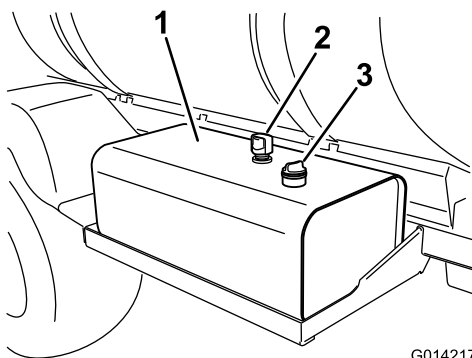

Figure 59
3. Nettoyez la surface autour du bouchon/jauge du réservoir d'huile hydraulique et enlevez-le (Figure 59).